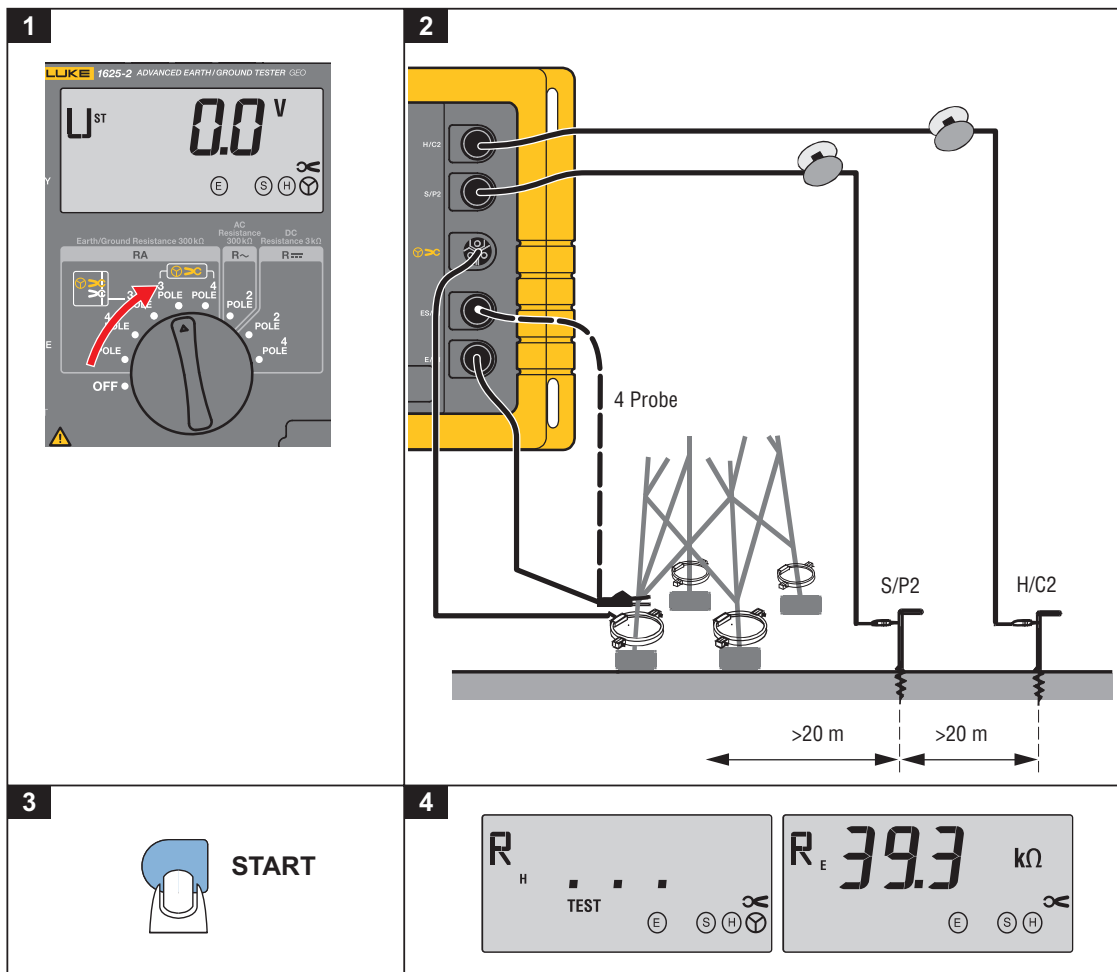

图 7. 不切断架空地线的接地电阻
本仪器所采用的新型测量方法是使用其外接变流器测量流经接地电极的真实电流，从而无需断开接地系统的连接或切断架空地线就可测量接地电极的电阻。参见图 7。
1. 将中央旋转开关转到“ $\rightarrow CR_E$ 三极”或“ $\rightarrow CR_E$ 四极”的位置。按照图 7 和显示屏上指示连接仪器。